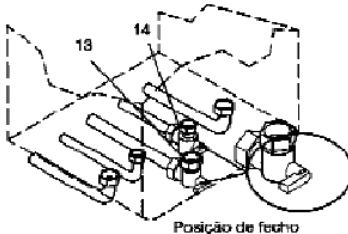

fig. 9.3
- 1 Fechar a torneira de entrada 14 na fig. 9.3